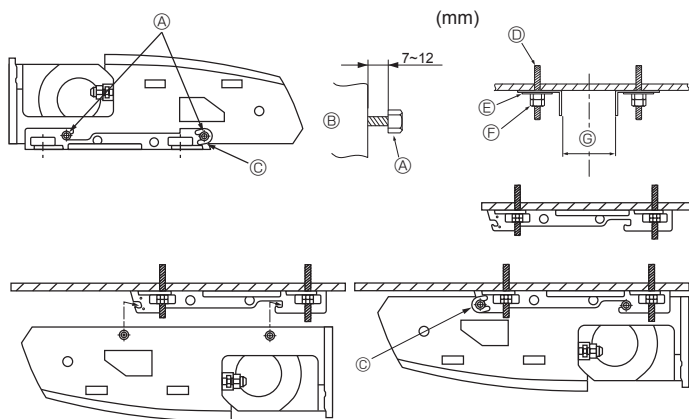

Fig. 3-6
2) Installera först hållaren i taket (Fig. 3-6)